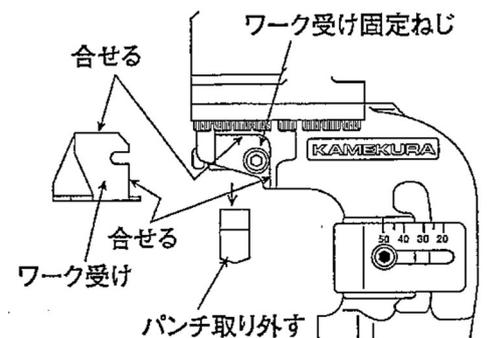

図 G-4
3. 必要なワーク受けを取り付けみぞにスキマのない様にはめ込み、ワーク受け固定ねじ 2 本で確実に固定します。(図 G-4)